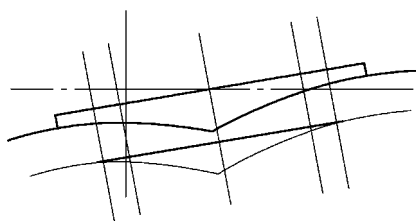

图 11-58 绘制辅助线
7) 将 6) 中的中心线向左偏移 14mm 和 18mm, 同时向右也偏移 14mm 和 18mm, 如图 11-58 所示。